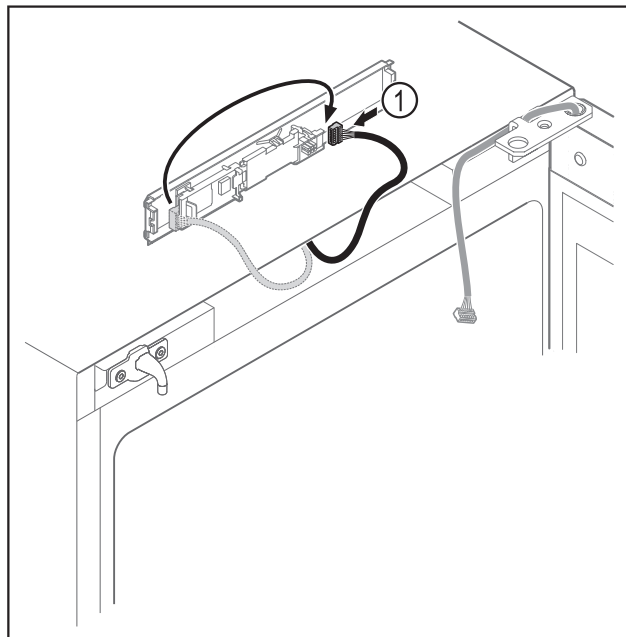

Fig. 14
- Sett pluggen Fig. 14 (1) om på kretskortet.